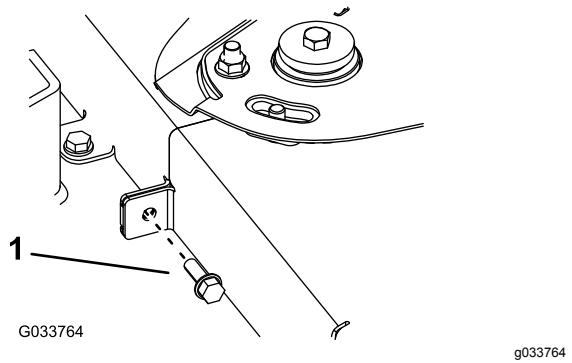

Figura 64
- Rimuovete il bullone che fissa i 2 copricinghia (Figura 64).
- Montate il bullone che fissa i 2 copricinghia (Figura 64).